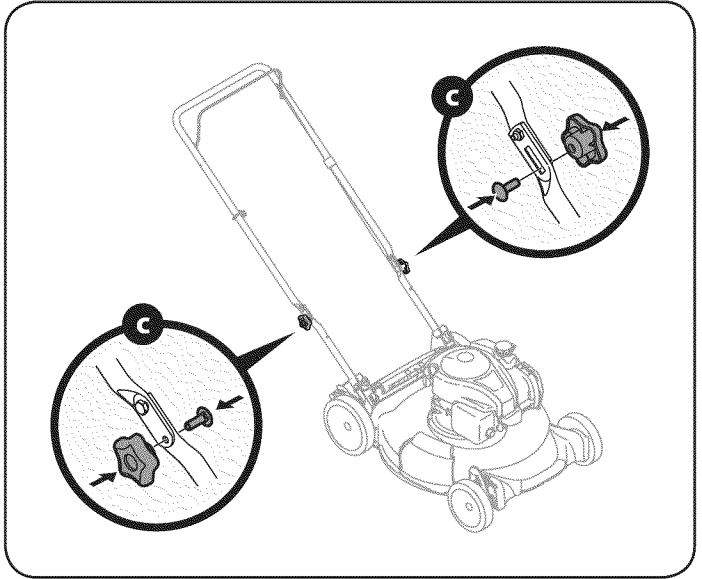

Figura 5
- c. Vuelva a colocar tuercas y pernos de transporte retirarse antes en una reducción de los agujeros de la manija como se muestra en la Figura 5.